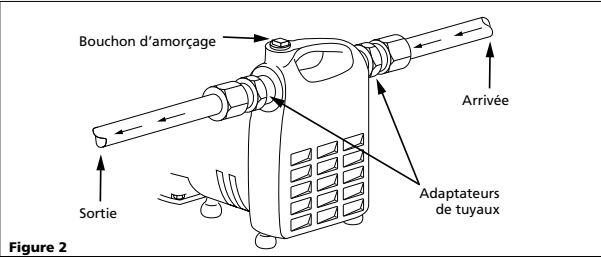

Figure 2
- 4. La figure 2 démontre une installation typique. Des adaptateurs filetés sont fournis pour attacher un boyeau d'arrosage là où les conditions permettent son usage. La pompe ne devrait jamais être plus que 4,6 m (15 pieds) par dessus ou éloigné de la source d'arrivée. Installer un clapet de pied lorsque la hauteur d'aspiration est au delà de 3,0 m (10 pieds) ou lorsque la